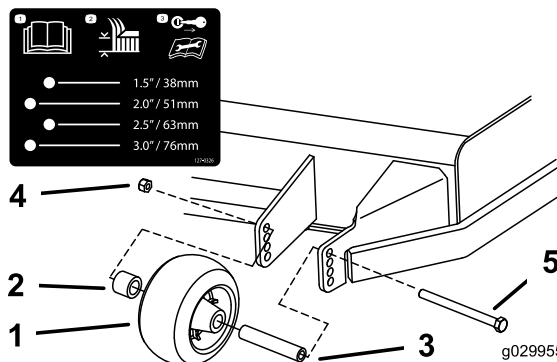

Figura 29
3. Ajuste os rolos antitanos como se mostra na **Figura 29**.